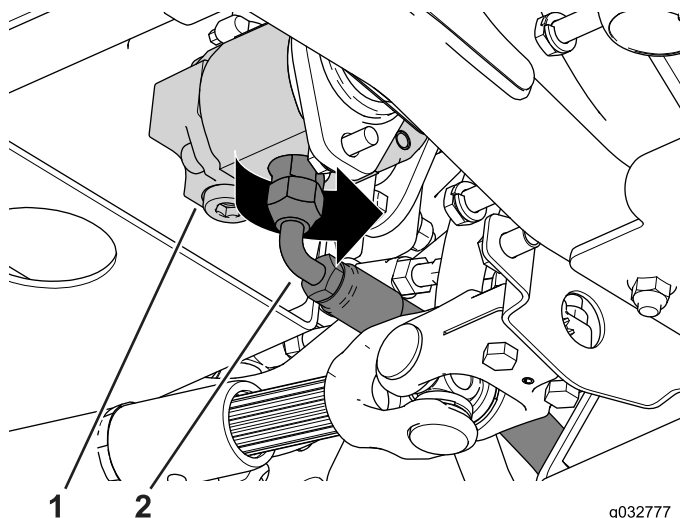

Figure 122
3. Alignez les trous de boulon afin de pouvoir installer et serrer légèrement les boulons et les entretoises sur le côté droit de la machine (Figure 122).
2. Desserrez le raccord du flexible d'alimentation qui est branché à la pompe à engrenages et tournez-le flexible vers le côté droit de la machine (Figure 122).